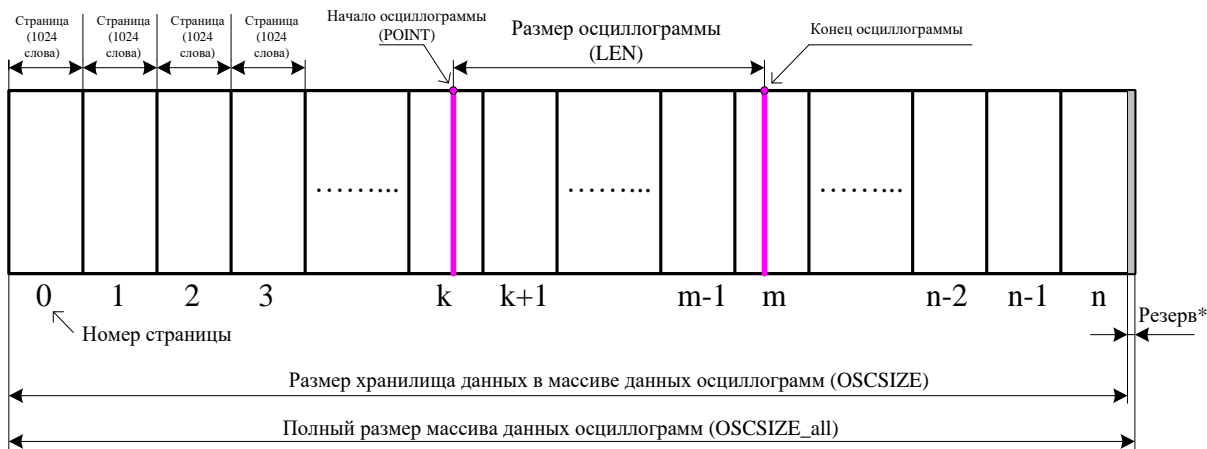

Рисунок 7.5
– выделить искомую осциллограмму из хранилища данных осциллограмм (рисунок 7.5) и прочесть её содержимое (при чтении осциллограммы выполняется её переворот – рисунок 7.6).